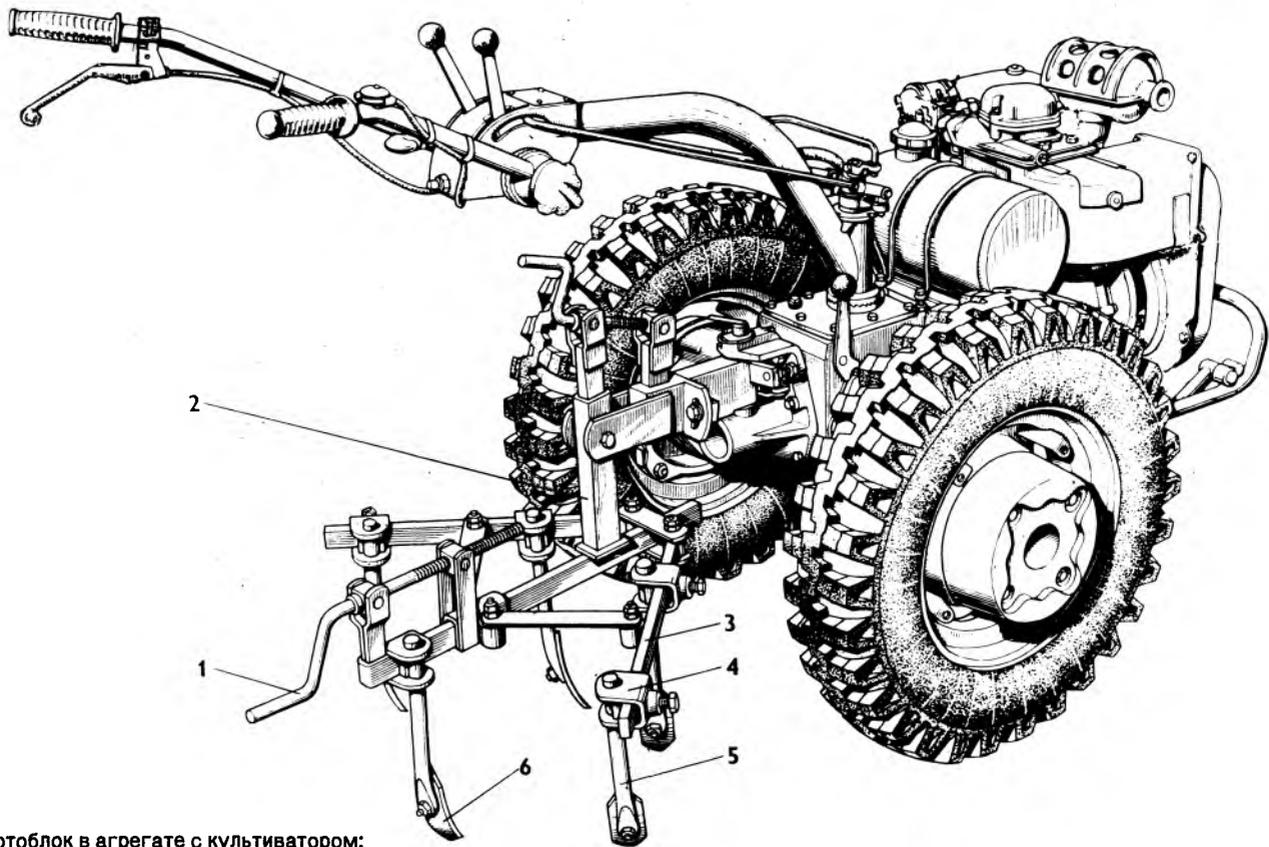

Рис. 21. Мотоблок в агрегате с культиватором:
7.5.1. Присоедините к мотоблоку культиватор (рис. 21).